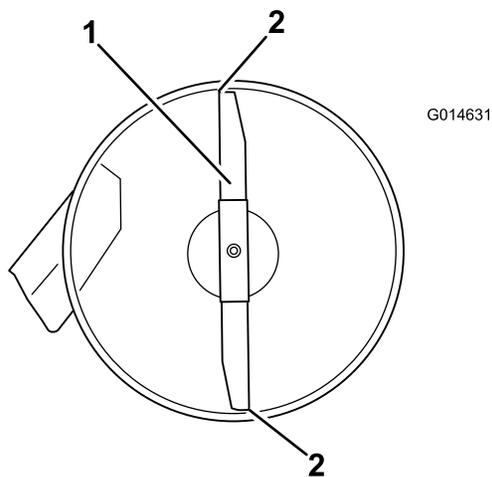
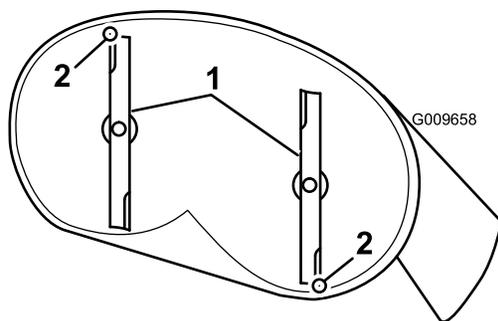

Bild 60
Bild 61
4. Drehen Sie die Messer vorsichtig, sodass sie in Längsrichtung zeigen (Bild 60 und Bild 61).
5. Messen Sie zwischen der Messerspitze vorne und hinten und der ebenen Fläche (Bild 60).
9. Überprüfen Sie nach dem Einstellen erneut die Neigung in Längsrichtung. Stellen Sie die Mutter ein, bis die vordere Messerspitze um 1,6 mm bis 7,9 mm tiefer liegt als die hintere Messerspitze (Bild 60).